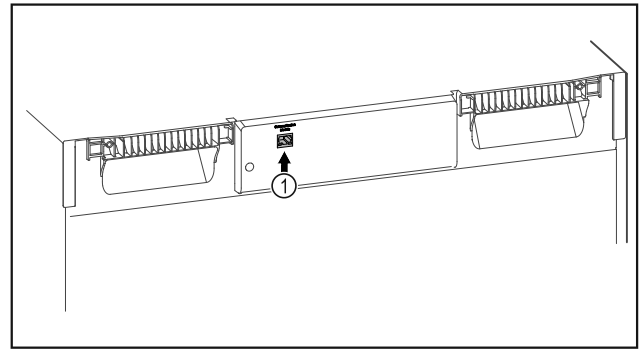

Fig. 105
- ☐ Το SmartModule Fig. 105 (1) χρησιμοποιείται.